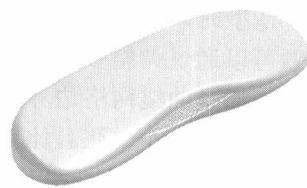

图 1-5 曲面模型
(2) 确定模型的基本构成形状的曲面类型, 这关系到相应设计软件的选择和软件模块的确定。对于眼镜盒有上下盖和打开的位置, 必须要将其分清楚, 如图 1-5 所示。一般需要采用具有方便调整曲线和曲面的模块; 对于初等解析曲面的零部件, 如平面、圆柱面、圆锥面等, 则没必要因为有测量数据而用自由曲面去拟合一张显然是平面或圆柱面的曲面。